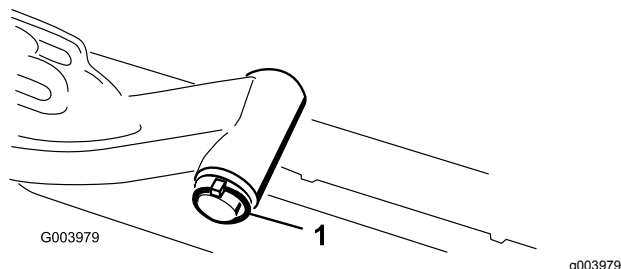

Figura 9
- A. Togliete l'acciarino e la rondella che fissano l'albero di articolazione al braccio di sollevamento ed estraete l'albero dal braccio di sollevamento (Figura 9).
- C. Inserite l'albero del braccio di sollevamento nel braccio di sollevamento, e fissatelo con la rondella e l'acciarino (Figura 9).